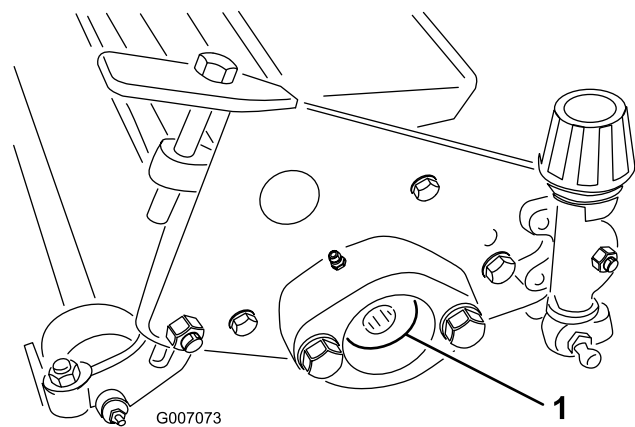

Figure 12
1. Lösen Sie die zwei (2) Schrauben und Scheiben, mit denen das Gegengewicht am Ende des Vertikutiergerätes befestigt ist. Nehmen Sie das Gegengewicht ab.
2. Lösen Sie die zwei (2) Schrauben, mit denen der Spindelmotor am anderen Ende des Vertikutiergerätes befestigt ist. Nehmen Sie den Spindelmotor ab.
3. Nehmen Sie die zwei (2) Kopfschrauben und Sicherungsscheiben ab, mit denen die Spindellagergehäuse an jedem Ende des Vertikutiergerätes befestigt sind (Figure 12).